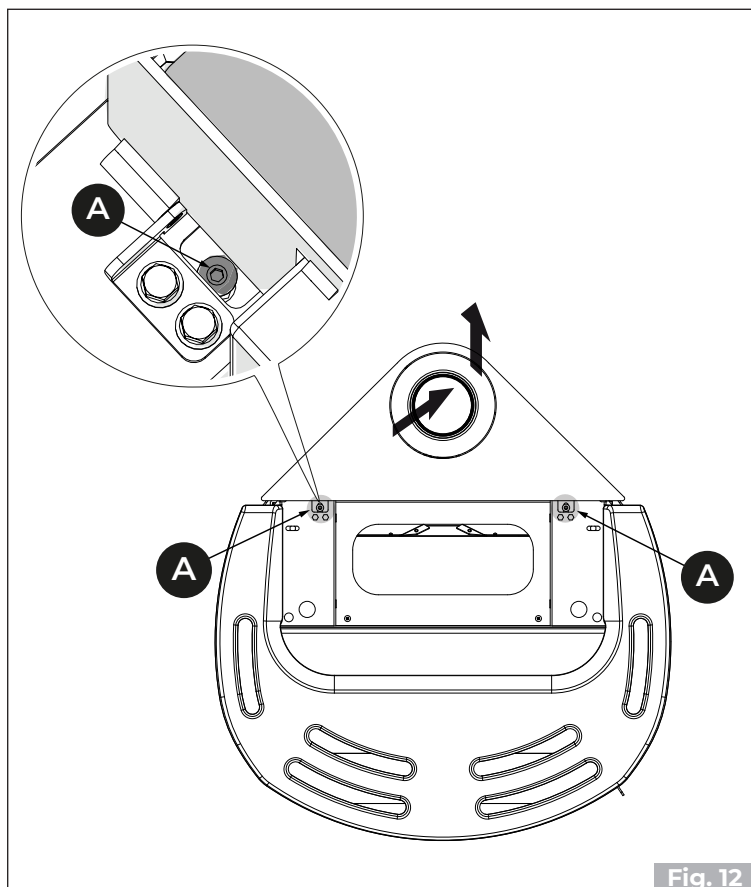

Fig. 12
- Sprostite vijake **(A)** in izvlecite ploščo **(B)**. (Fig. 12)